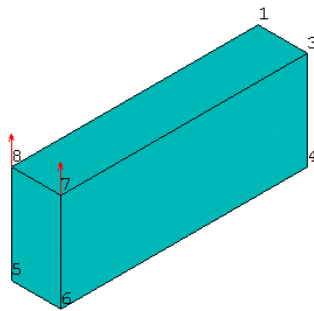

图5.23 施加Y向的集中力
(3) 接着在 **【Direction of force /mom】** 下拉列表框中选择 **【FY】**，在 **【Force/moment value】** 文本框中输入力的大小 **【30】**，然后单击 **【OK】** 按钮即可。结果如图 5.23 所示。